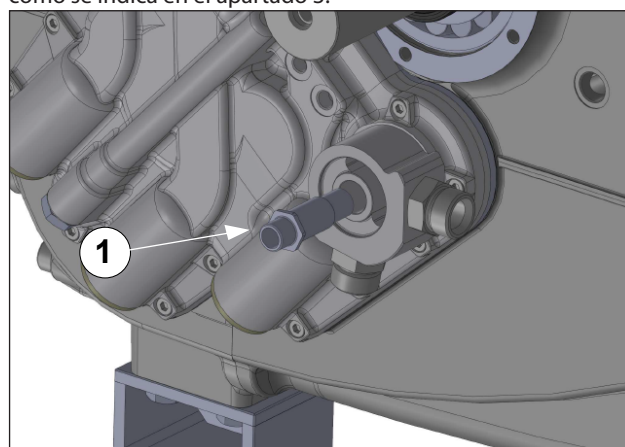

Fig. 130
Montar el grupo adaptador intercambiador aire-aceite (pos. ①, Fig. 130) y regular el tornillo con la llave dinamométrica como se indica en el apartado 3.